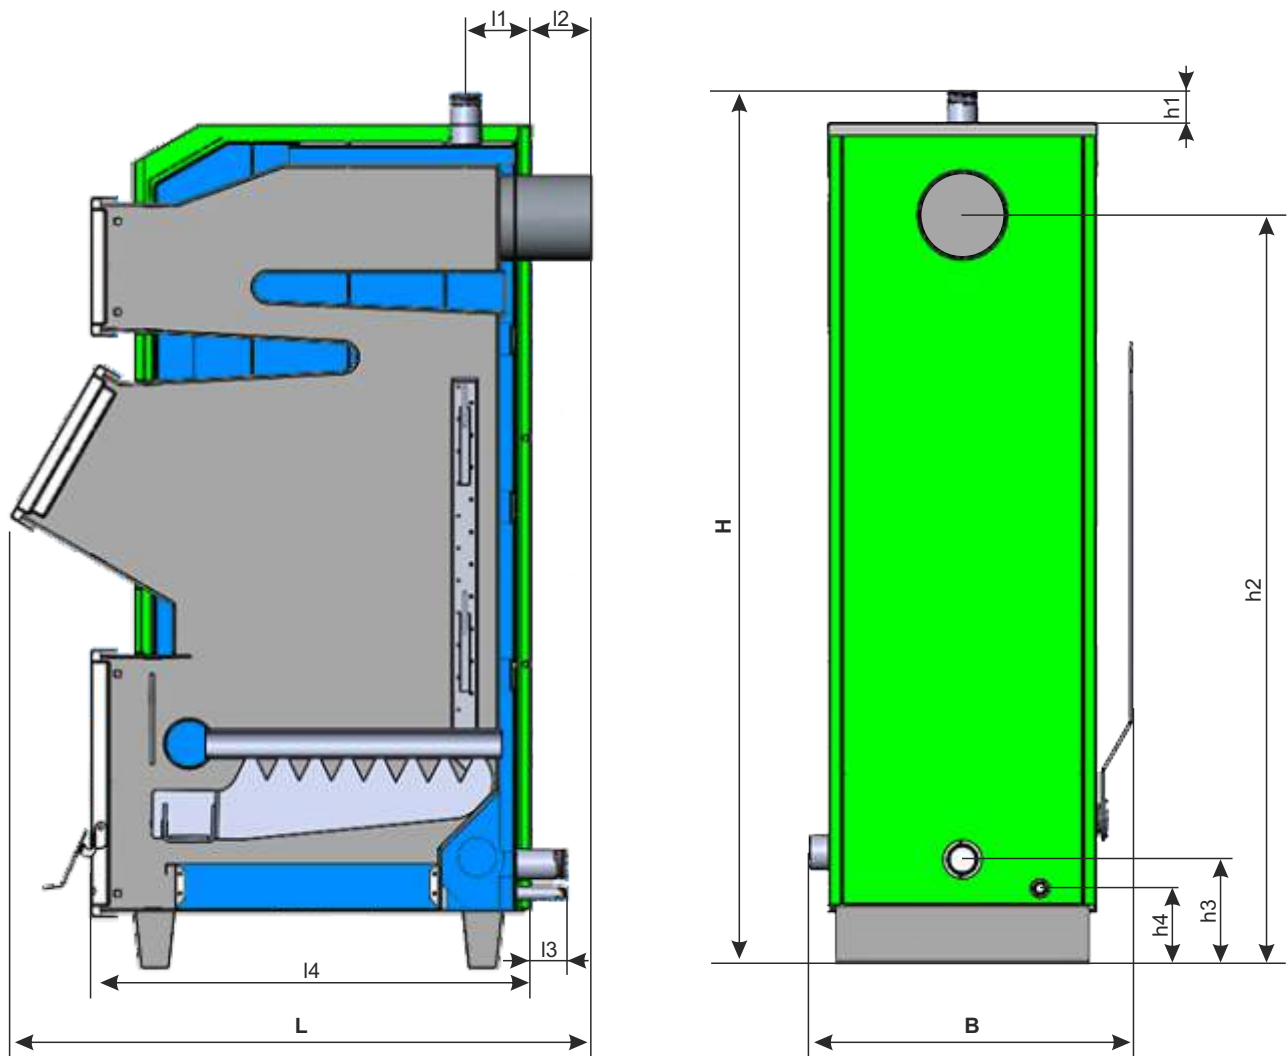

Рисунок 1. Габаритные и присоединительные размеры Котлов моделей МС 12-32
Габаритные и присоединительные размеры Котла (см. рис.1), мм:
Котел (рис.1) представляет собой стальной сварной теплоизолированный каркас, обшитый снаружи съемной декоративной облицовкой, все вместе образующие собой корпус, и устанавливаемый на собственных опорах (15). Внутреннее пространство имеет сложную конфигурацию, включает в своем составе трубчатый теплообменник (12), предназначенный для циркулирования теплоносителя (воды), листовые детали, образующие вместе со стенками каркаса камеру сжигания, воздухоподводящие каналы, (систему дымоудаления из Котла (8)). Внутри каркаса в нижней части расположены устройства: колосниковая решетка для размещения топлива (13), зольный ящик (4) для сбора и удаления золы, а также механизм очистки колосников от сажи (5). В нерабочем состоянии механизм (5) располагается в зольном ящике (4). Колосниковая решетка выполнена из труб гидравлического контура Котла и является неотъемлемой частью теплообменника (13). Снаружи Котел имеет дверцы для обслуживания Котла (9,10,11), патрубки для подсоединения к трубопроводам водяного контура системы отопления (1,2), патрубков для опорожнения теплообменника (3), штуцер для установки тягорегулятора (14), для управления механизмом очистки колосников от сажи (5), рычаг (6).